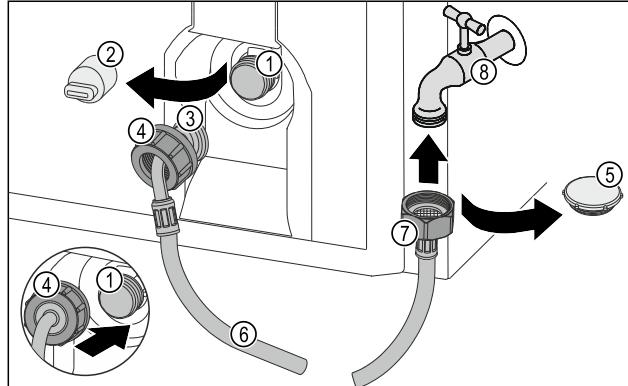

Fig. 72
- Verschlusskappe Fig. 72 (5) entfernen.
- Gerades Schlauchende Fig. 72 (7) am Wasserhahn Fig. 72 (8) ansetzen.
- Mutter am geraden Schlauchende Fig. 72 (7) im Uhrzeigersinn festziehen.